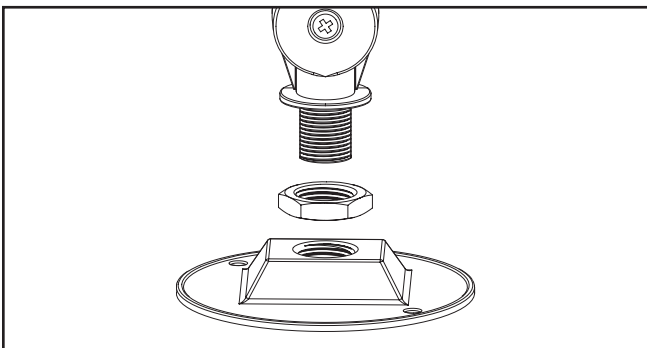

Figura 2.
2. Dirija los cables eléctricos a través del orificio de acceso NPS de 1/2" en la placa de cubierta (suministrado por otros). Asegure el nudillo a la placa de cubierta con la tuerca de seguridad. Ajuste el ángulo de orientación de la luminaria aflojando la tuerca de seguridad. Vuelva a apretar la tuerca de seguridad a la placa de cubierta a 48 pulgadas-libras con una llave de pata. (Figura 2.)